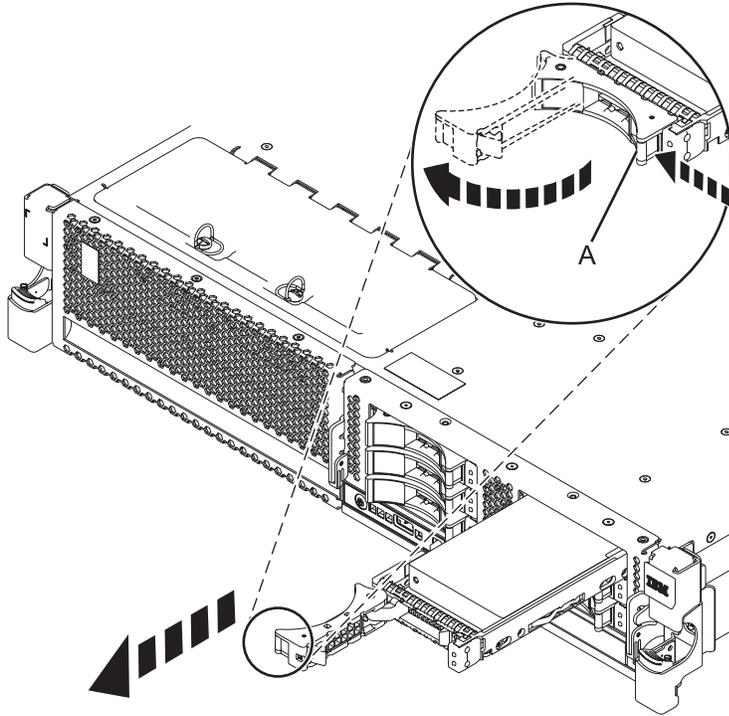

Figura 37. Extracción de una unidad de disco del sistema
1. En el sistema, desbloquee el asa de la unidad ejerciendo presión y tirando de ella hacia usted, como se muestra en la Figura 37 en la página 59.